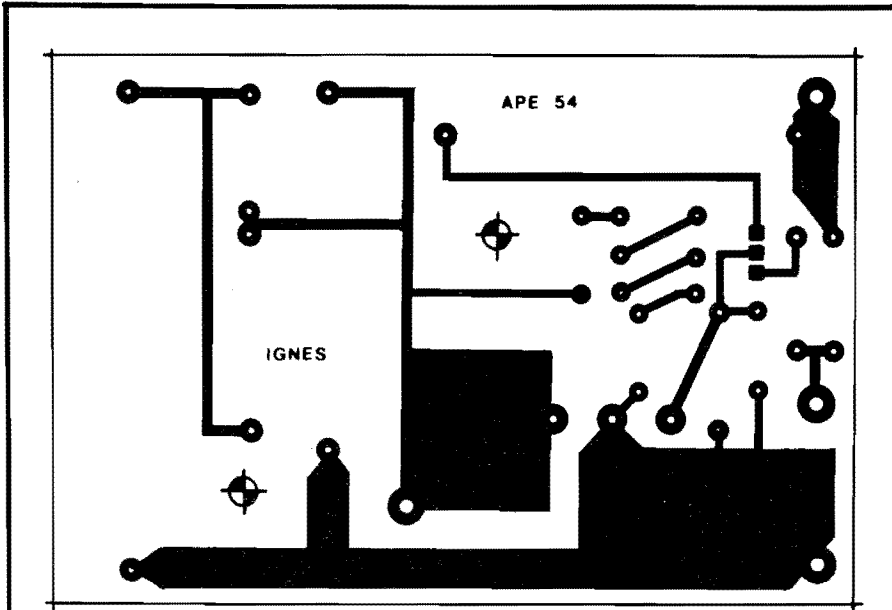

Fig. 2
- FIG. 2 - LAY OUT DO CIRCUITO IMPRESSO ESPECÍFICO - Um pouco "avantajado" (isso é inevitável, pelos regimes de Corrente e Potência envolvidos...), mas extremamente simples, o padrão cobreado de ilhas e pistas é de fácil execução, por qualquer das técnicas "tradicionais" de confecção... Como a figura está em tamanho natural (escala 1:1), o **lay out** pode ser diretamente "carbonado" sobre a face cobreada de um fenolite virgem, nas indicadas dimensões (ver LISTA DE PEÇAS), seguindo-se a traçagem, corrosão, furação e limpeza, nos "moldes" já várias vezes explicados aqui em A.P.E. Conforme já explicado, o padrão é simples, mas os nfeis de Corrente e Potência são "bravos"... Por essa razão, uma cuidadosa conferência final é absolutamente **imprescindível**, para a busca e correção de eventuais falhas, "curtos", etc. Não "deixem passar" nenhuma das Normas elementares para a confecção e utilização de Impressos, consultando - se